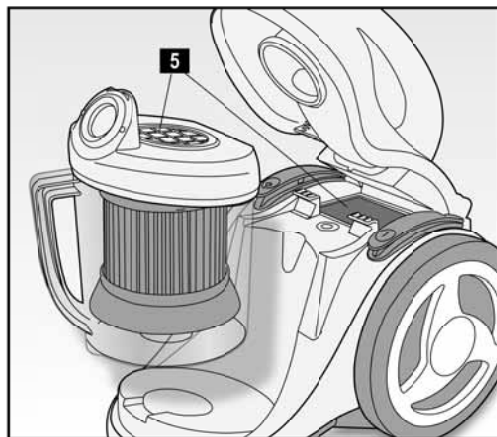

Fig. 6
- Filtri interni. Si tratta di normali filtri in fibra plastica. Per la pulizia rimuoverli, lavarli accuratamente in acqua tiepida e solo dopo averli fatti asciugare riportarli al loro posto (5 - Fig. 6). Il filtro nel coperchio contenitore deve essere rimosso dalla parte che si trova sotto il coperchio.